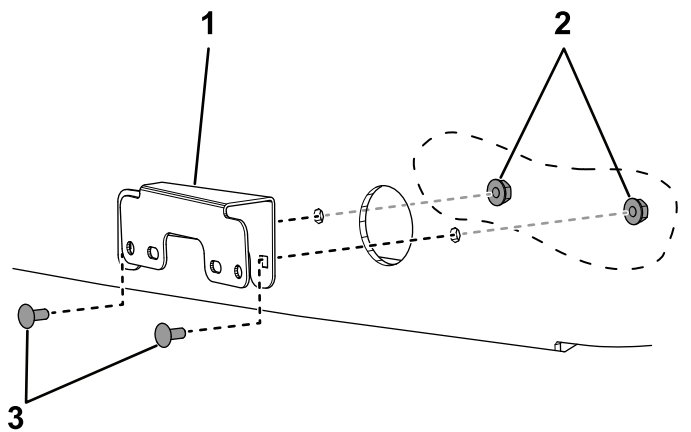

Figura 23
3. Montate le 2 staffe delle luci di direzioni sul cofano utilizzando 4 bulloni a testa tonda (n. 10 x 1/2") e 4 dadi di bloccaggio (n. 10) (Figura 23).